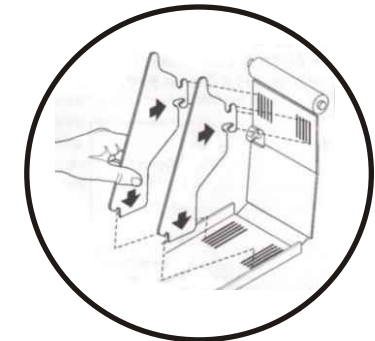

FIGURA 3. Colocando las Guías de Rollo
2. Coloque la guía introduciendo esta primero en la ranura del fondo y después fijela a la ranura del frente inclinandola ligeramente. Ver Figura 3